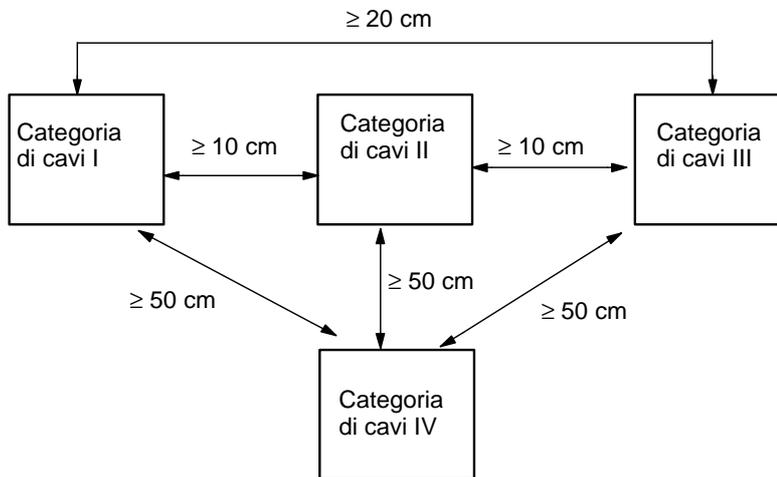

Figura D. 4: Distanze minime tra categorie di cavi al di fuori di armadi
- In caso di installazione in tracciati di cavi comuni è necessario rispettare le distanze specificate nella Figura D. 4 tra le singole categorie di cavi.
Se per tutte le categorie è disponibile un solo canale di cavi metallico, devono essere rispettate le distanze specificate nella Figura D. 4 oppure, se ciò non dovessero essere possibile per motivi di spazio, le singole categorie devono essere delimitate da setti separatori metallici. I setti separatori devono essere collegati al canale a bassa resistenza e a bassa induttanza.
- Se i cavi di bus devono essere installati insieme ad altri cavi, devono essere rispettate le distanze descritte nella Figura D. 4 (p. es., impiegando mattoni come separatori).